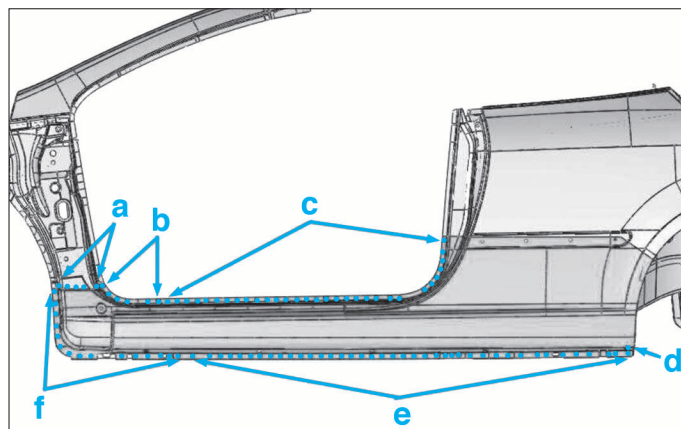

FIG. 58
- Fraiser (Fig.58) :
- Souder (Fig.58) :